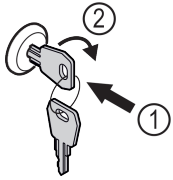

Fig. 105
- ▶ Introduceți cheia prin apăsare Fig. 105 (1).
- ▶ Rotiți cheia cu 90° în sensul acelor de ceasornic Fig. 105 (2).